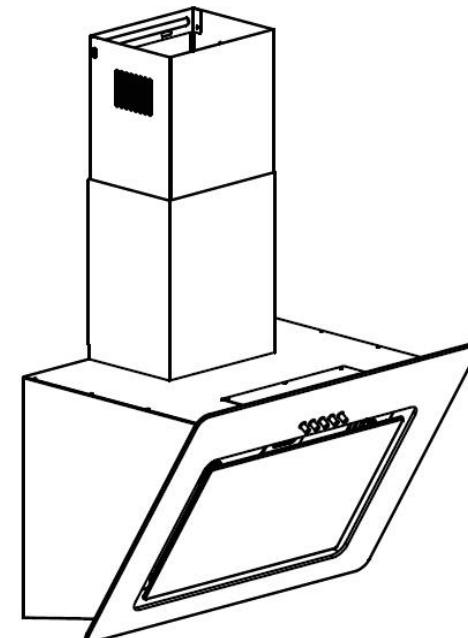

Rys. 12
- Wyjąć filtr przeciwłuszczyzowy, jak pokazano na Rys. 12.